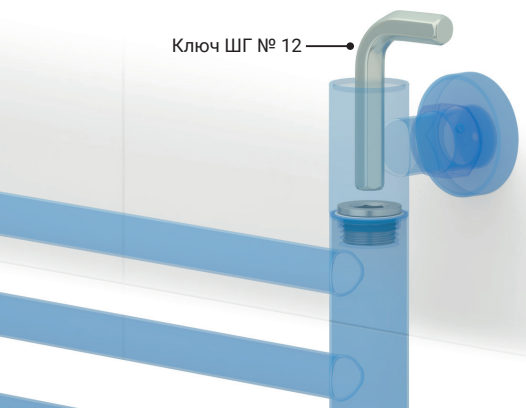
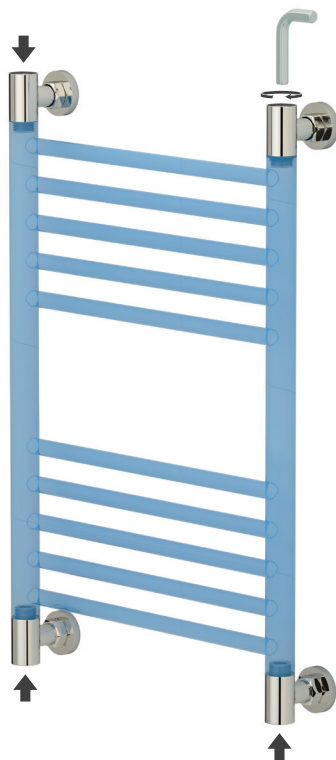

Рис. 9
Рис. 10
5.10. Произведите протяжку (рис. 9) всех мест соединения в глухих и проходных угловых корпусах с коллектором (рис. 10).